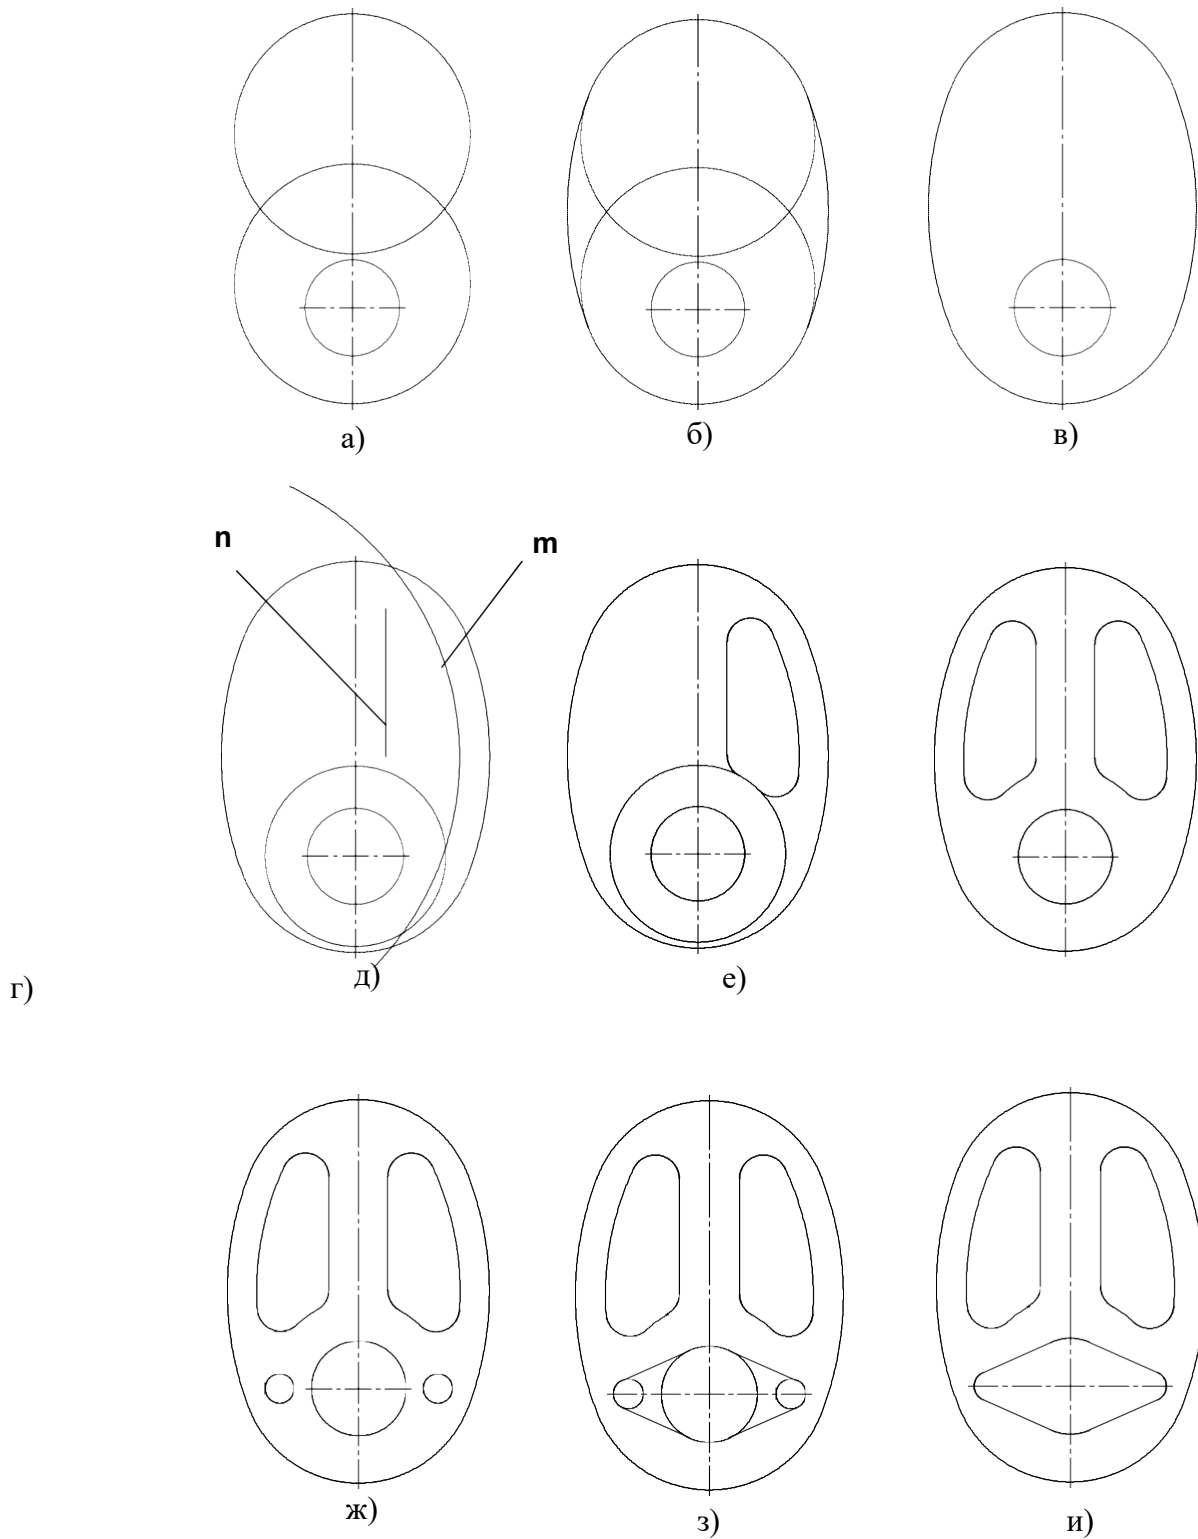

Рис. 2.12. Последовательность выполнения практической работы
2. Изобразить осевые линии (рис.2.12а).
- б) щелкнуть по пиктограмме **Отрезок**, задать стиль линии **Осевая**, а затем изобразить осевые линии (рис. 2.12а). При форми-
3. Изобразить заданные окружности (рис. 2.12а). Для точного указания точек использовать объектную привязку **Пересечение**. Для этого щелкнуть на кнопке  – **Установка глобальных привязок** и в открывшемся окне установить опцию **Пересечение**.
4. Построить окружности, касательные к заданным окружностям (рис. 2.12б). Для этого использовать команду  – **Касательная окружность к двум кривым** (см. п 2.2.2).
5. Удалить ненужные части окружностей. Использовать команду  – **Усечь кривую** панели **Редактирования** (рис. 2.12 в) (см. п. 4.1.7).
6. Построить дугу окружности **m** на заданном удалении от внешнего контура и прямую **n**, параллельную вертикальной оси симметрии (рис. 2.12 г). Использовать команду  – **Эквидистанта кривой** панели **Геометрия**.
7. Построить сопряжения между прямой **n** и дугой окружности **m**. Для построения сопряжений использовать команду  – **Скругление** (рис. 2.12 д, ж) (см. п. 2.2.3).
8. Построить окружности и касательные к ним. Для построения касательных использовать опцию  – **Отрезок, касательный к двум кривым** (рис. 2.12з, и) (см. п 2.2.1).
9. Удалить ненужные части окружности с использованием команды  – **Усечь кривую** (рис. 2.12к).
10. Установить точность размерных надписей – число знаков после запятой 0 (рис. 2.12) (см. п 2.1.2). Выполнить изображения размеров.